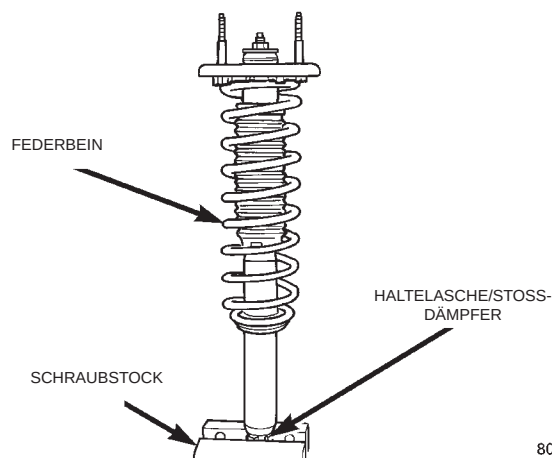

Abb. 52 Stoßdämpfer korrekt in den Schraubstock eingespannt
(1) Das auszutauschende Federbein ausbauen. Die Anleitung hierzu finden Sie im Abschnitt "Hinteres Federbein ausbauen" in diesem Kapitel.
(2) Federbein in einen Schraubstock spannen. Der Stoßdämpfer darf nur an der unteren Haltetasche eingespannt werden (Abb. 52).
ACHTUNG! Den Stoßdämpfer nicht an der Ölkammer in den Schraubstock spannen. Der Stoßdämpfer darf nur an der unteren Haltelasche eingespannt werden (Abb. 52).